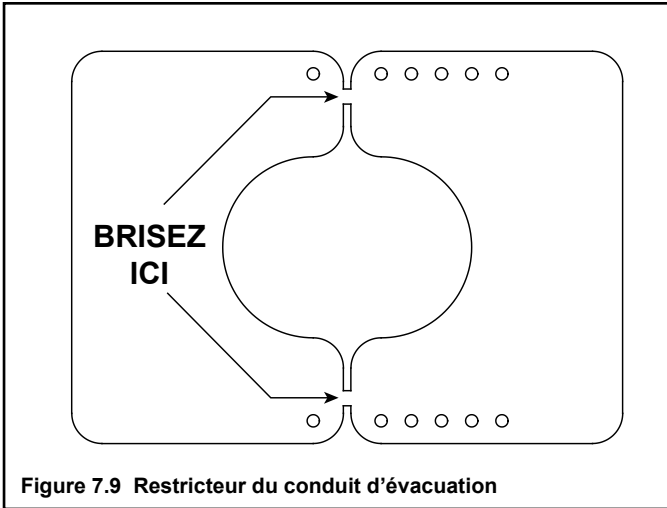

Figure 7.9 Restricteur du conduit d'évacuation
2. Brisez le restricteur du conduit d'évacuation en deux pièces. Faites-le en pliant la pièce vers l'avant et vers l'arrière jusqu'à ce qu'elle brise (voir Figure 7.9).